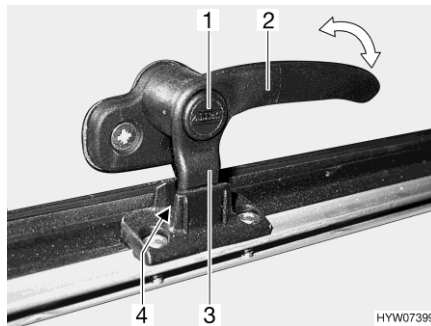
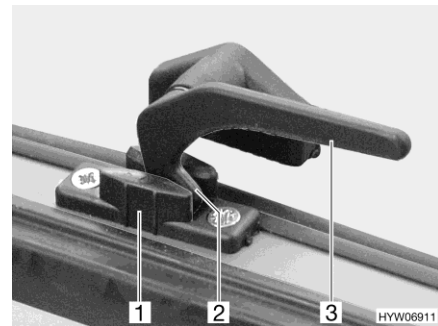

Fig. 96 Leva di serraggio con bottone di sicurezza in posizione "Aerazione continua"
Fig. 97 Leva di serraggio in posizione "Aerazione continua"
- In posizione di "Aerazione continua" (Fig. 96 e Fig. 97)
- Se presente, premere e tenere premuto il bottone di sicurezza (Fig. 96,1).
- Ruotare tutte le leve di serraggio (Fig. 96,2 o Fig. 97,3) di un quarto di giro verso il centro dell'oblò.
- Girare nuovamente all'indietro tutte le leve di serraggio. Contemporaneamente riportare il nasello di chiusura (Fig. 96,3 o Fig. 97,2) nella rientranza del bloccaggio dell'oblò (Fig. 96,4 o Fig. 97,1).